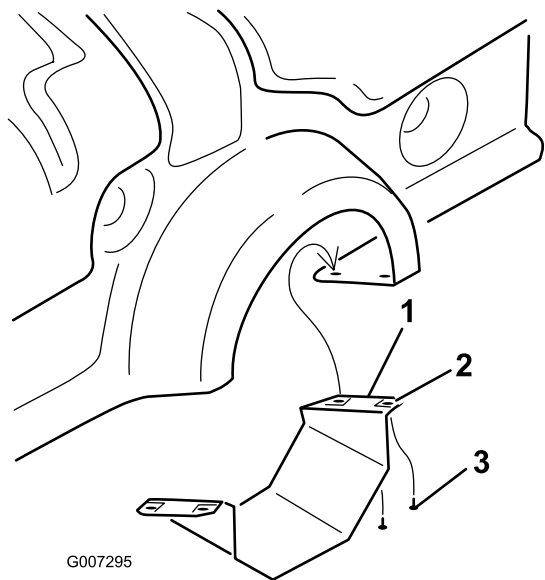

Figura 10
1. Solo su ProCore 864, togliete il carter della presa di forza inferiore (Figura 10).